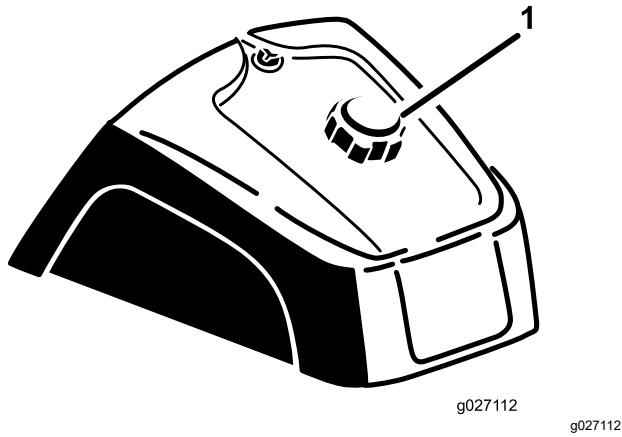

Figura 16
1. Pulite intorno al tappo del serbatoio del carburante (Figura 16).